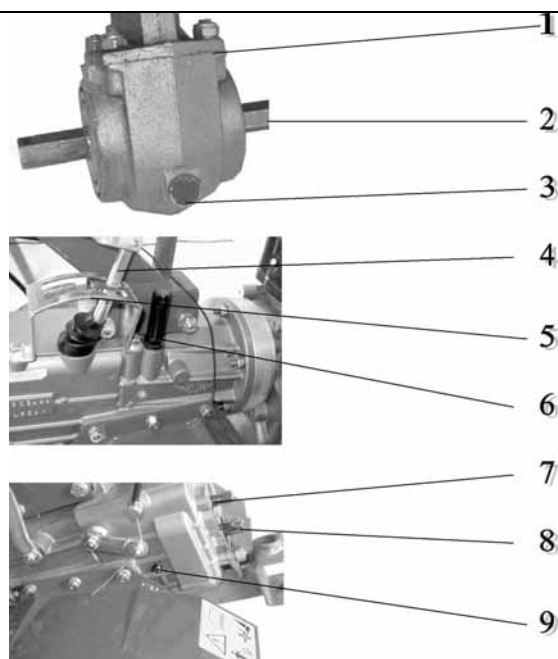

Рис. 4
- Извлеките контрольную пробку 9 (см. Рис.4) с левой стороны трансмиссии. Уровень масла должен находиться до отверстия контрольной пробки.